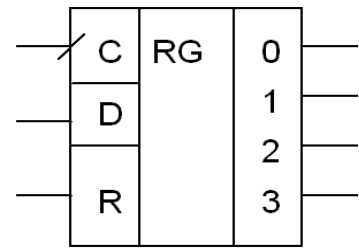

Рис.19
**Вопрос 55.** Выберите из предложенных вариантов характеристики микросхемы на рис.19 правильный.